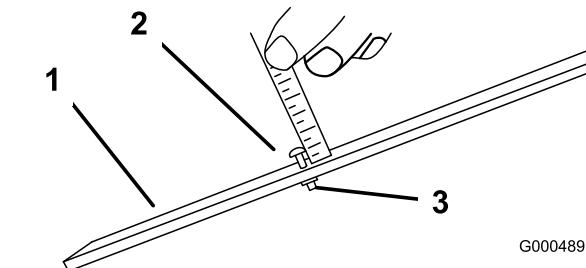

Figure 9
2. Desserrez l'écrou du gabarit et tournez le boulon de réglage de manière à obtenir la hauteur de coupe voulue (Figure 9). L'écartement entre la base de la tête du boulon et la face du gabarit correspond à la hauteur de coupe.